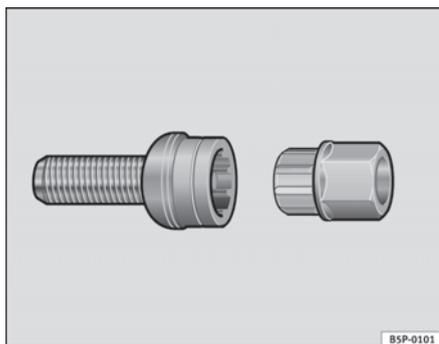

Fig. 159 Viti antifurto
- Innestare l'adattatore nella vite antifurto, spingendolo fino in fondo ⇒ fig. 159.